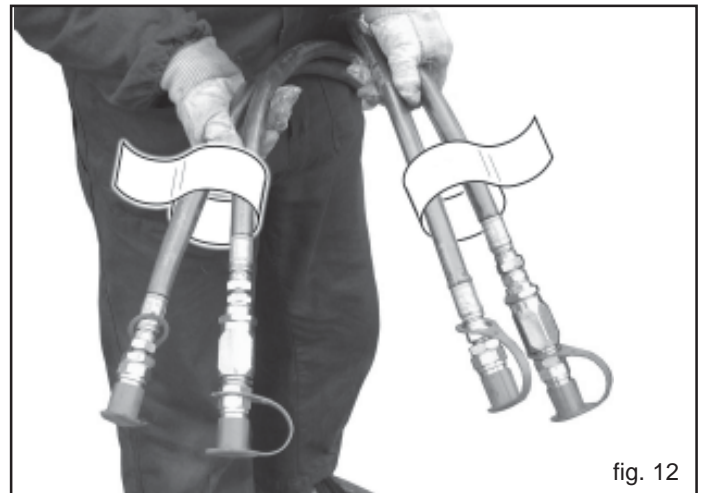

fig. 12
- 6) Collegare correttamente i tubi oleodinamici ai distributori del trattore (vedi capitolo 3.1) seguendo l'indicazione riportata su ogni tubo (Fig. 12).